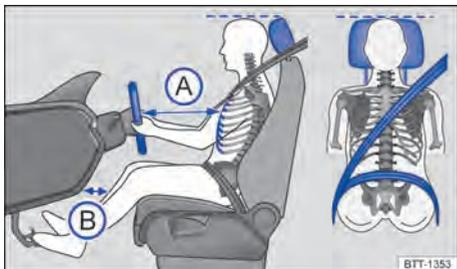

Fig. 24 Distância correta do condutor em relação ao volante, posição correta do cadaço do cinto de segurança e ajuste correto do apoio para cabeça.
- Ajustar o banco de modo que a distância entre o volante e o tórax tenha no mínimo 25 cm → Fig. 24 (A) e que o condutor possa segurar o volante pela borda externa com as duas mãos e os braços ligeiramente dobrados.
- Ajustar o banco do condutor na direção longitudinal de modo que os pedais possam ser acionados com as pernas ligeiramente arqueadas e a distância para o painel de instrumentos na área do joelho seja de, no mínimo, 10 cm → Fig. 24 (B).
- Para os bancos com apoio para cabeça: ajustar o apoio para cabeça de modo que a sua borda superior se encontre preferencialmente na mesma linha da parte superior da cabeça → Fig. 24 – porém não abaixo da altura dos olhos. Posicionar a parte posterior da cabeça o mais perto possível do apoio para cabeça.